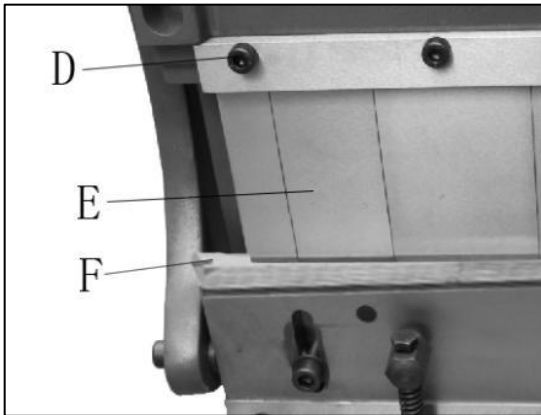

Figura 5
41. Coloque una tira de madera (F, Figura 5) sobre matriz inferior, longitud total de la matriz.
43. Afloje los tornillos (D) con una llave hexagonal de 5 mm.